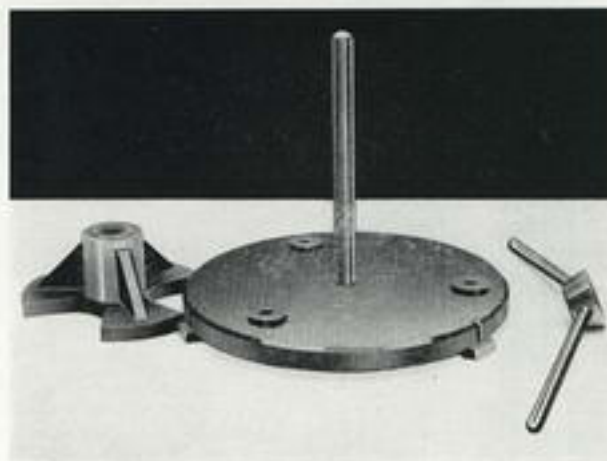

Fig. 14
- Placer sur le plateau presseur MAMU, 3 pastilles en acier M15 (voir fig. 14).